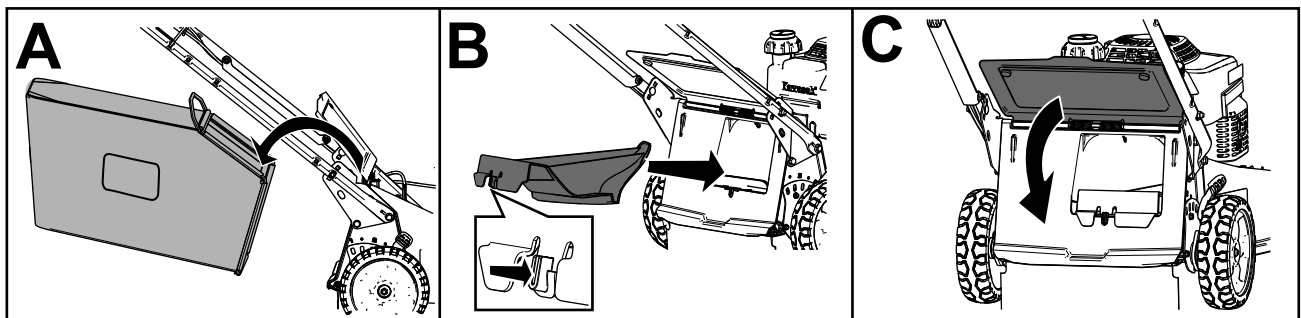

Figura 19
- Dacă sacul pentru iarbă este montat pe maină, îndepărtați-l (A din Figura 19).
- În cazul în care capacul de evacuare posterioră nu este montat, prindeți-l de mâner, ridicați deflectorul din spate și introduceți-l în jghebul de evacuare posterioră până când elementul de fixare se blochează în poziție (B din Figura 19).
3. Scoateți tija sacului pentru iarbă din canelurile de la baza mânerului (A din Figura 19).
4. Montai capacul evacuării (B din Figura 19).
5. Coborâi deflectorul spate (C din Figura 19).